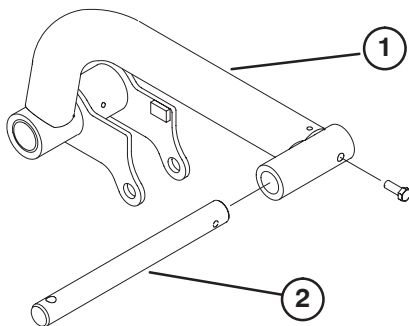

Bild 9
2. Setzen Sie eine Gelenkstange in jeden Hubarm (rechts und links) ein und richten Sie die Befestigungslöcher aus (Bild 9).